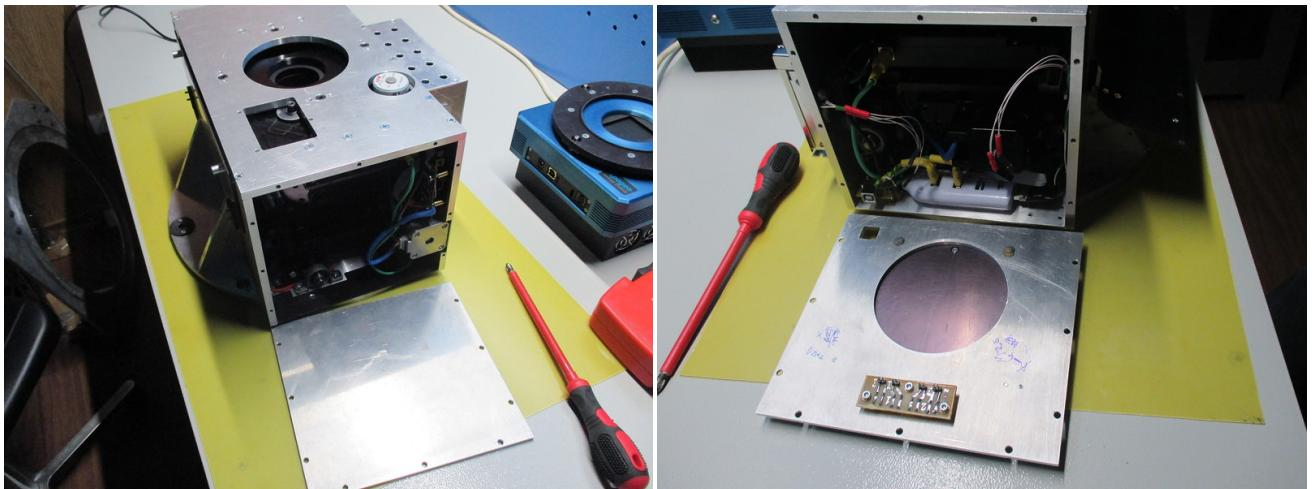

Рис. 15: Боковые крышки сняты.
**2.** Снять боковые крышки (см. рис. 15). Во время съема левой крышки (с боковым люком) отключить провода управления линейными трансляторами от панели с кнопками.